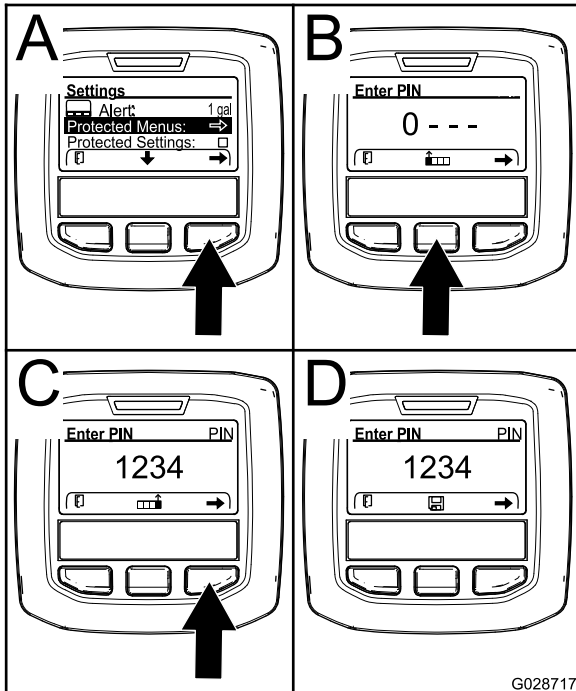

Figura 71
4. Pulse el botón de selección derecha para seleccionar Menús protegidos (Figura 71 A).
- Pulse el botón de selección central (Figura 71 A) para aumentar el valor numérico (de 0 a 9).
- Pulse el botón de selección derecha (Figura 71 C) para mover el cursor hasta la siguiente posición numérica a la derecha.
Nota: Aparece el icono Guardar encima del botón de selección central (Figura 71 D).